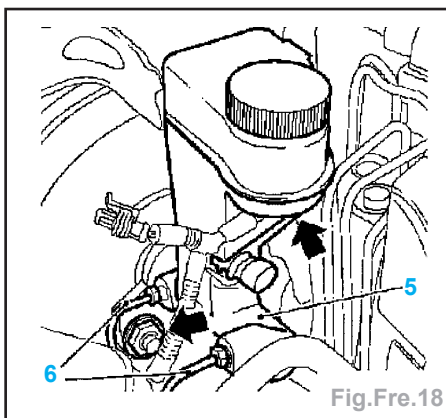
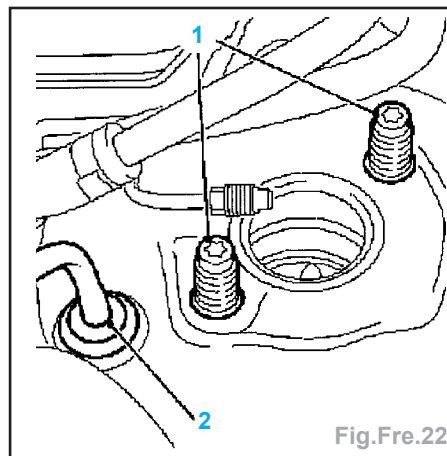

Fig.Fre.18
Fig.Fre.22
- Démontez les conduites de frein (6) du maître-cylindre de freinage (Fig.Fre.18) :
- Démontez le maître-cylindre de freinage (5) du servo frein en dévissant les 2 écrous (flèches).
- Extraire le tuyau à dépression (2) du servo frein (Fig.Fre.22).
- Démontez le servo frein du tablier (vis (1)).